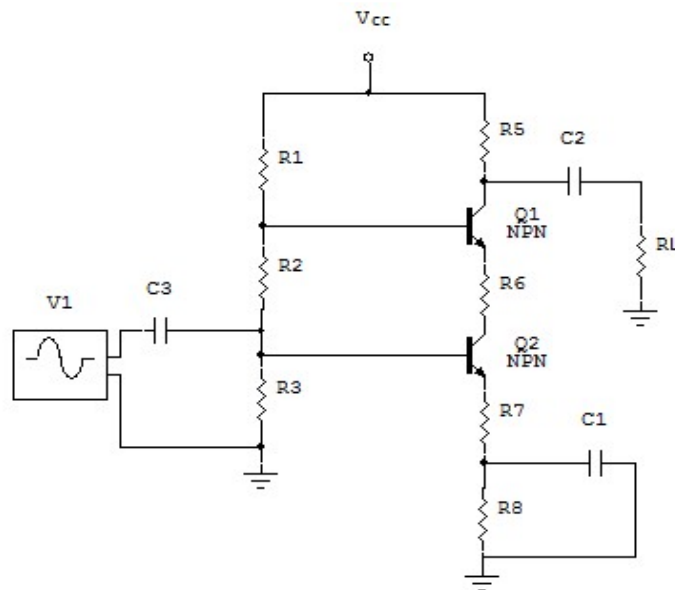

Figura 1. Amplificador en configuración cascode
1. Deducir de manera detallada las expresiones de A_v , A_i , Z_{in} y Z_o del circuito de la Figura 1.